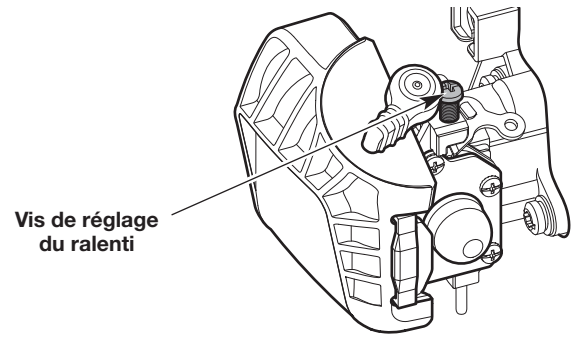

Fig. 8
2. Déplacez le régulateur de vitesse en position LENTE et laissez le moteur tourner au ralenti. Si le moteur s'arrête, augmentez le régime de ralenti. Utilisez un petit tournevis cruciforme pour tourner la vis de ralenti vers la droite, de 1/8 de tour à la fois, et ce, jusqu'à ce que le moteur tourne bien au ralenti (Fig. 8).